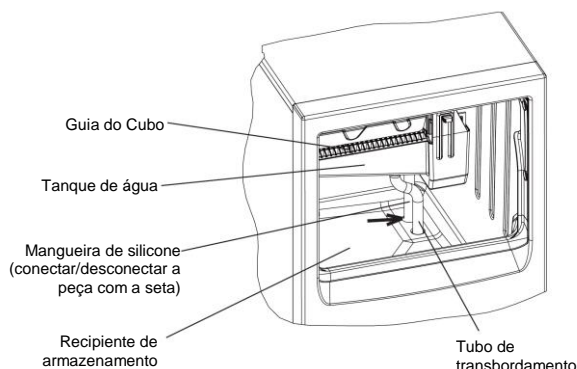

Fig. 5
- 5) Desconecte a mangueira de silicone para drenar a água do tanque de água. Reconecte a mangueira de silicone em sua posição correta depois de ter drenado toda a água. Ver Fig. 5.